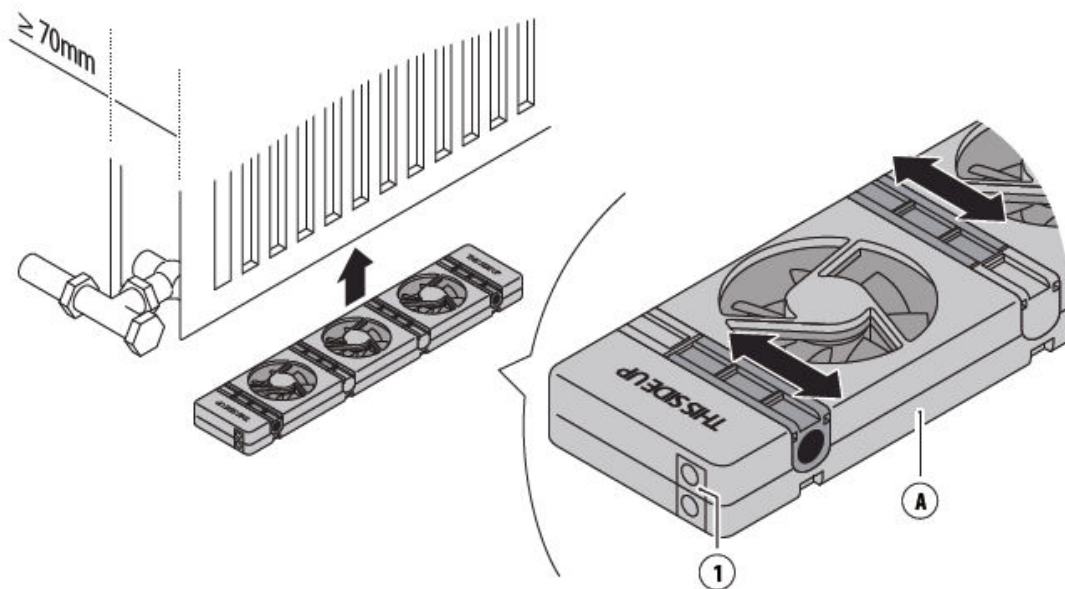

Abbildung 1 - Position des Heizkörperventilator (A).
1. Stellen Sie sicher, dass der **Heizkörperventilator (A)** nach oben („THIS SIDE UP“) zeigt und dass die **Anschlussbuchsen (1)** in Richtung der Steckdose weisen (siehe Abb. 1).